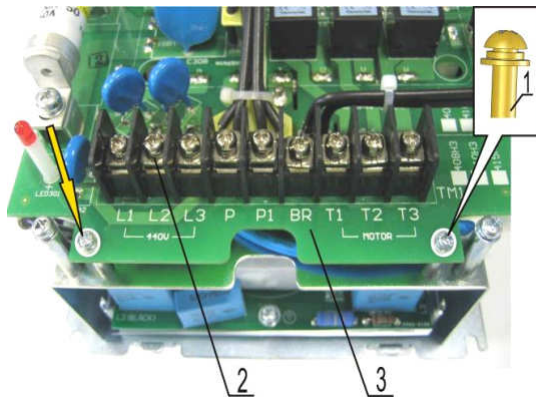
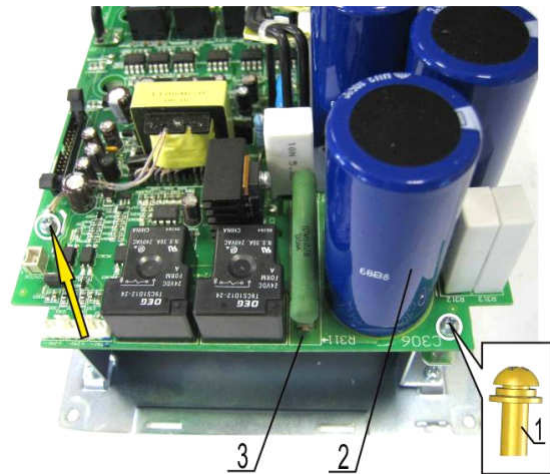

Рисунок 6.12
Рисунок 6.13
6.7.3 Выкрутить винты крепления платы драйверов: два винта со стороны клеммника (рисунок 6.12) и два винта со стороны конденсаторов (рисунок 6.13). Положить винты в тару.